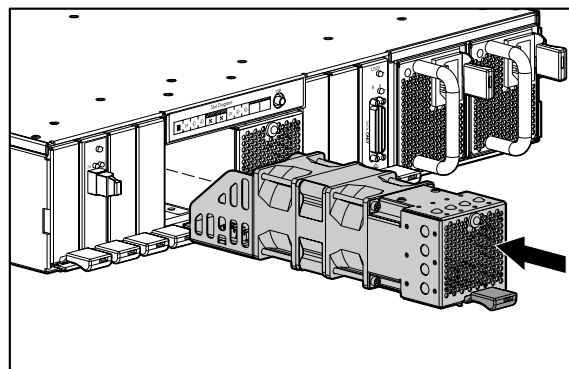

図 9: ファン モジュールのインストール
2. 図 9 に示すように、ファン モジュールを、カチッと音のする所定の位置までスライドしてベイに挿入します。